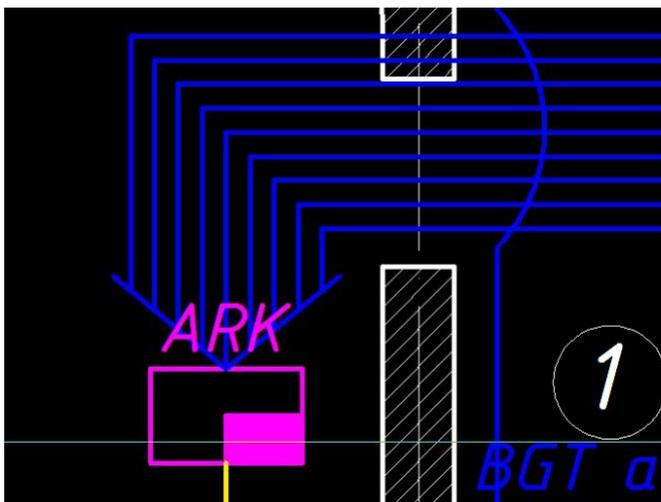

Рисунок 8.6. Способ сопряжения ШС с ППКОП.
- В случае, когда к ППКОП подходит 10 шлейфов сигнализации и более, можно применить следующий способ сопряжения ШС, см. Рисунок 8.6.